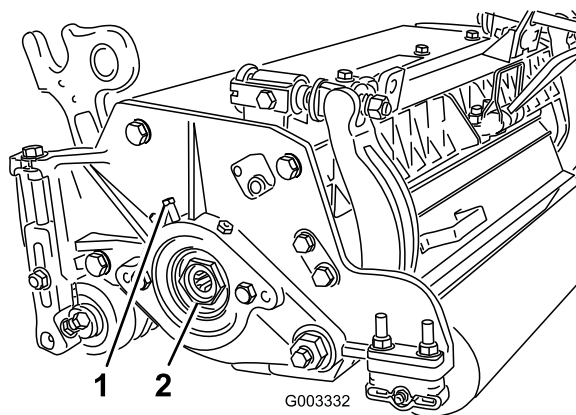

Figure 31
- A. Desserrez la vis extérieure qui fixe l'écrou de réglage au logement de roulement situé sur le côté gauche du plateau de coupe (Figure 31).